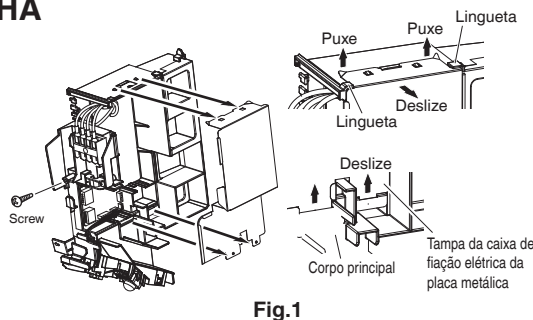

Fig.1
- 3) Remova a tampa da caixa de fiação elétrica da placa metálica. (4 linguetas) (Fig. 1)